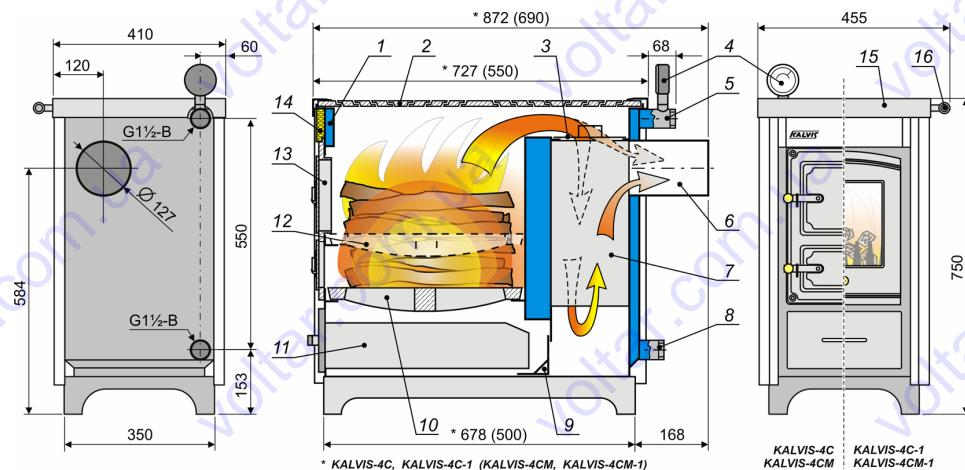

Рис. 1
Корпус котла (1) (см. рис.1) сварен из листовой стали и имеет полости, в которых подогревается вода. Под колосниками (10) расположено камера для сбора золы. В передней части котла смонтированы чугунные дверки топки (13) и зольник (11). Верхняя часть корпуса закрыта варочным настилом с конфорками (2).